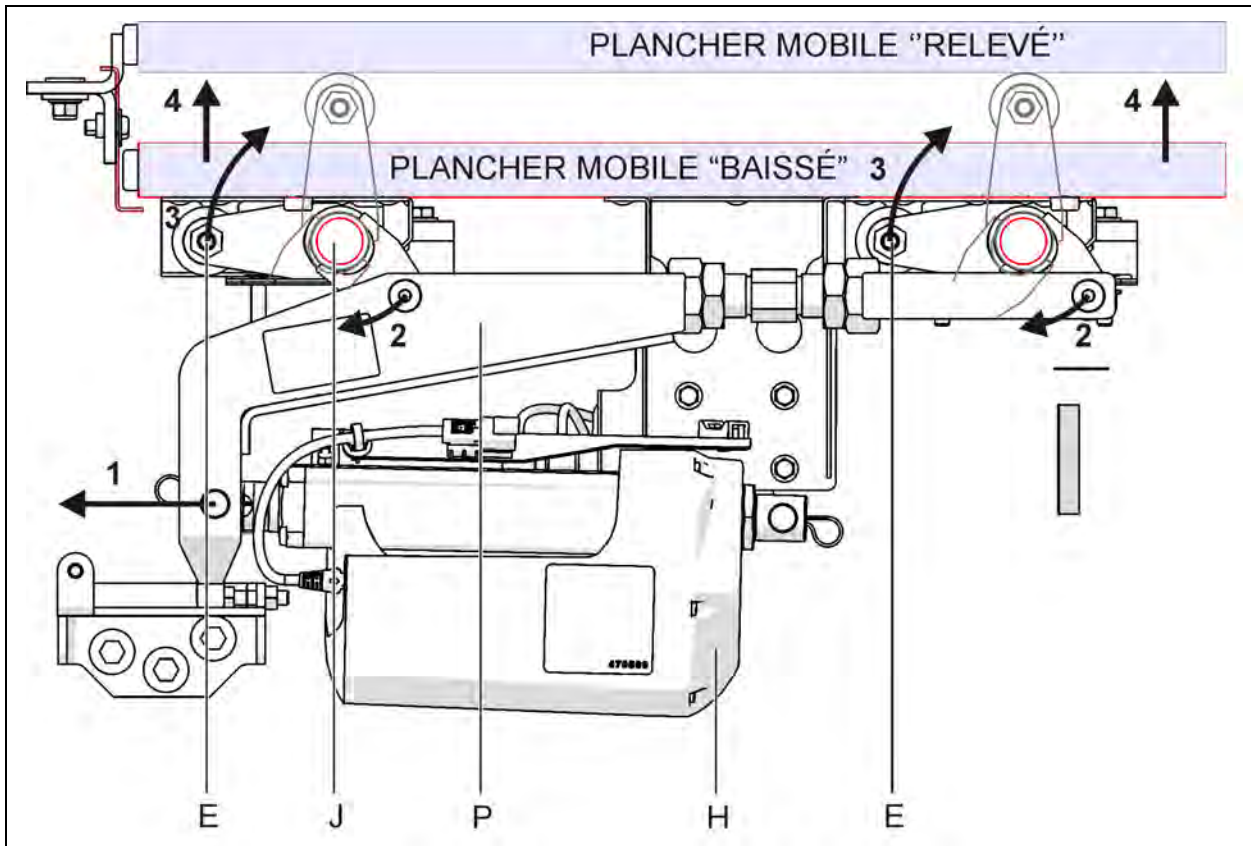
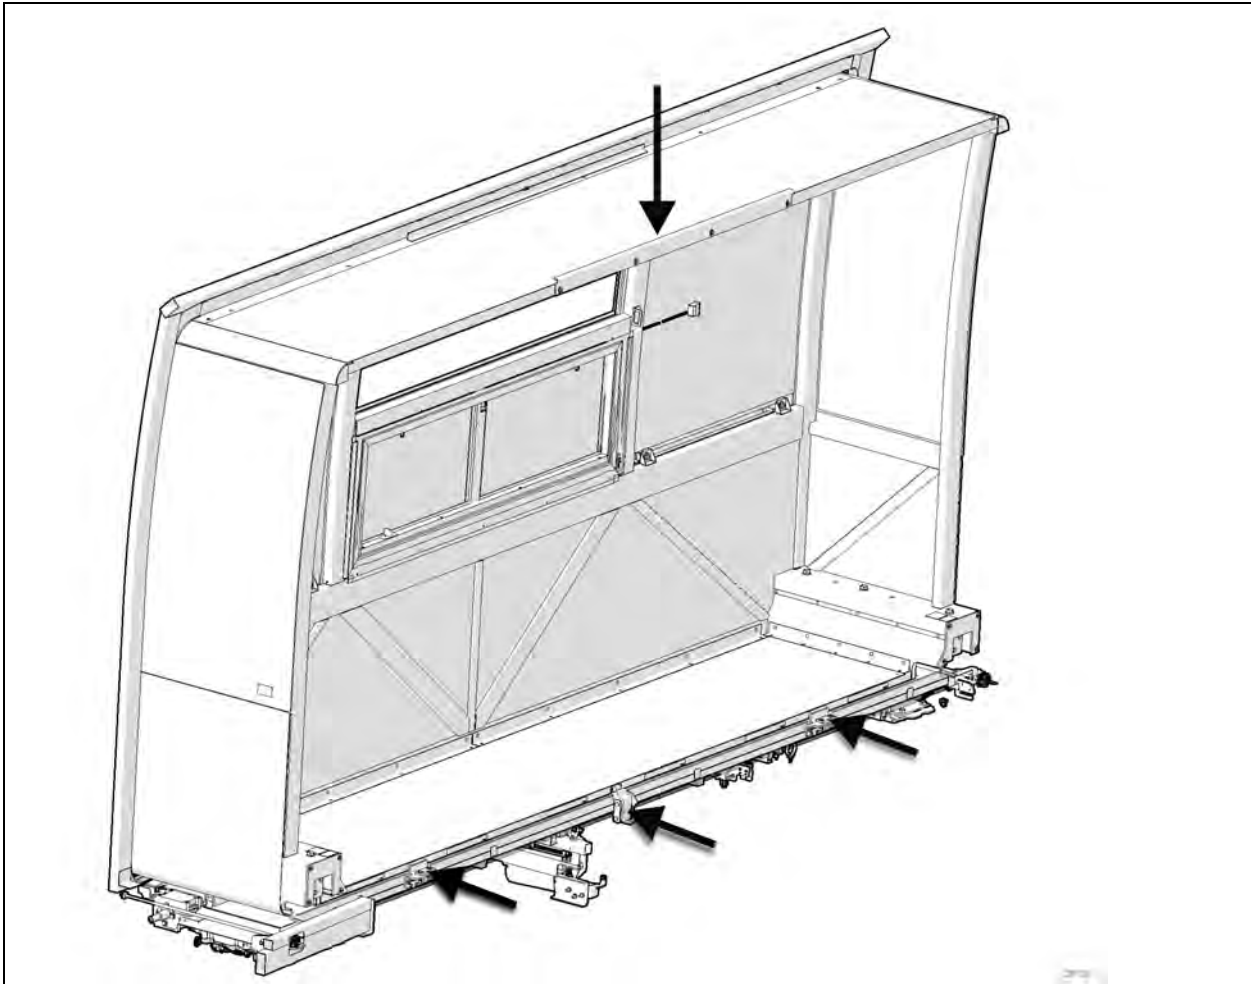

FIGURE 54 : LEVAGE DE PLANCHER AFFLEURANT
FIGURE 59: BUTÉES
Se référer de la Figure 54 à Figure 59 ci-dessus pour les descriptions qui suivent.
La rallonge coulissante est déplacée vers l'intérieur et l'extérieur sur une paire de paliers linéaires empilés (Figure 59, Items I and III). La puissance pour le déplacement provient de deux moteurs électriques synchronisés (C) orientés horizontalement sous chaque assemblage de palier linéaire. Le moteur entraîne un réducteur de vitesse à angle droit (D).
Les assemblages des paliers et des rails de la rallonge sont en paires superposés (Figure 59). La structure de la rallonge coulissante est attachée au rail supérieur (I). Le palier supérieur est attaché au rail inférieur (II). Le palier inférieur est attaché à la structure du véhicule (II).